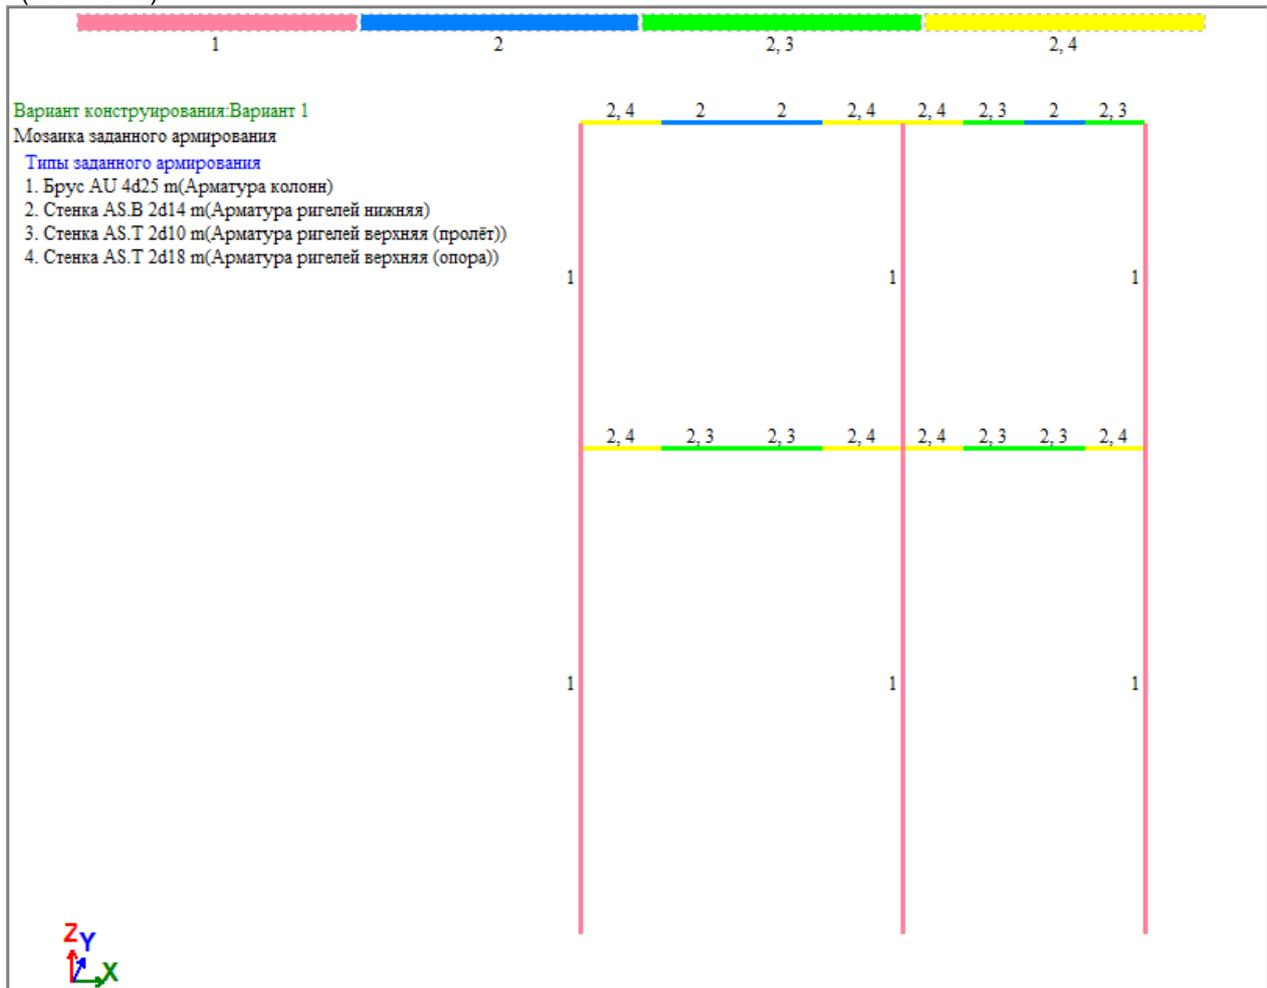

Рис.16.20. – Мозаика заданного армирования
- ❑ Щёлкните по кнопке  - **Значения на мозаике контрастным цветом**. на панели инструментов **Флаги рисования**, чтобы отобразить на экране отобразятся номера ТЗА, назначенных элементам (Рис.16.20)